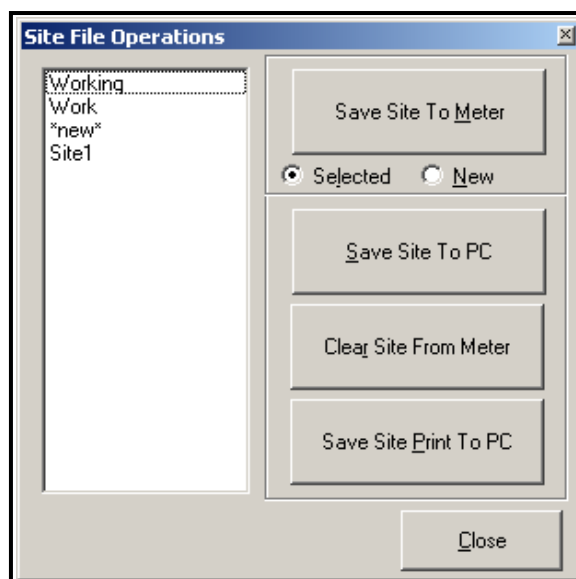

Figura 31: La ventana Operaciones del archivo del sitio
Para acceder a los archivos del sitio, haga clic en el botón *Archivos del sitio* en la ventana *Properties (Propiedades)*. Se abre la ventana *Site File Operations (Operaciones de archivo del sitio)* (mostrada en Figura 31).
1. Resalte el sitio deseado en el panel izquierdo. (Consulte Figura 31 en la página 91.)
1. Resalte el sitio en el panel izquierdo. (Consulte Figura 31 en la página 91.)